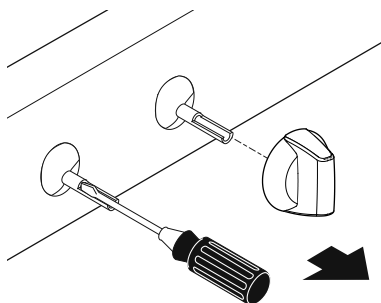
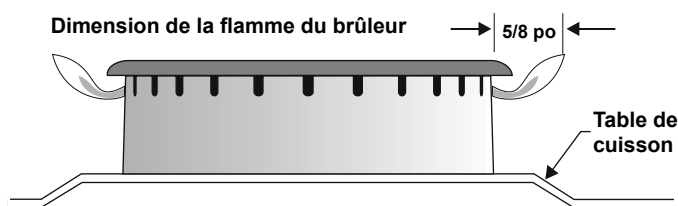

Fig. 17
Fig. 18
- Insérez un tournevis à lame étroite dans la tige creuse du robinet et tournez la vis à l'intérieur. La hauteur de la flamme peut être augmentée ou diminuée par le réglage de cette vis. Tournez vers la gauche pour augmenter la hauteur de la flamme (fig. 17 et fig. 18).